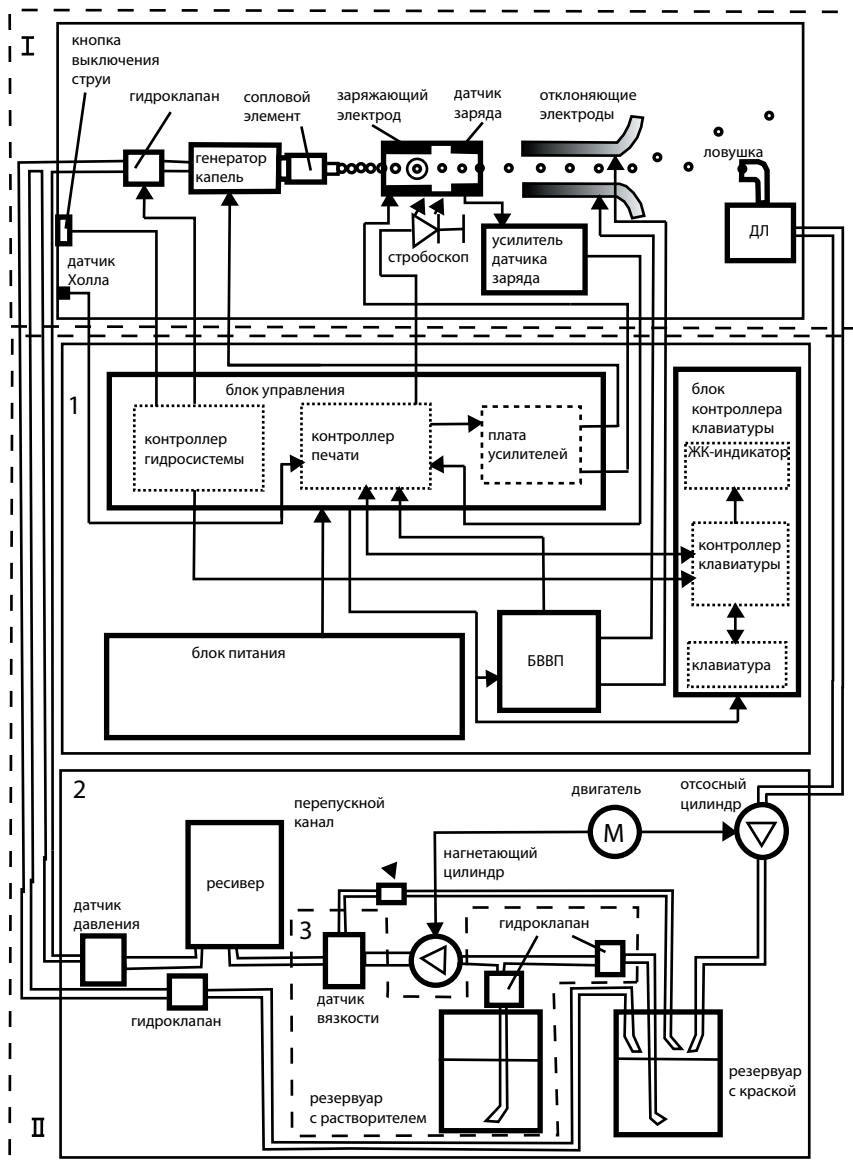

Рис. 3. Функциональная схема маркера
На рис. 3 приведена функциональная схема электрокаплеструйного маркиратора. Он состоит из двух основных частей: печатающей головки (I) и устройства управления (II). Устройство управления функционально и конструктивно разделено на отсек системы